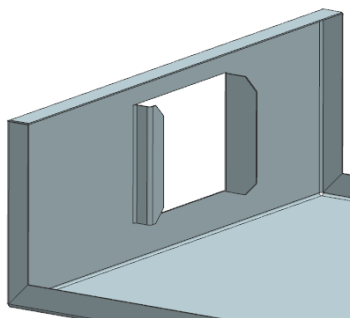

图 6-117 创建折弯特征
(5) 在如图 6-110 所示对话框中, 在“角度”文本框中输入 90, “内嵌”下拉列表框中选择“+折弯中心线轮廓”, 单击  按钮, 创建折弯特征, 如图 6-117 所示。